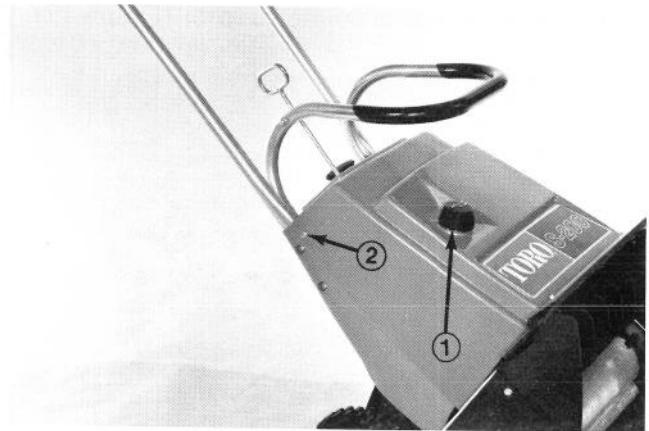

Figure 21
2. Enlevez le bouchon du réservoir de la déneigeuse (Figure 21).
3. Enlevez les deux vis auto-taraudeuses qui retiennent les côtés de la garde supérieure, puis enlevez celle-ci (Figure 21). Reposez ensuite le bouchon sur le réservoir à essence.
8. Enlevez le bouchon du réservoir à essence de la déneigeuse et remettez la garde en place (Figure 21). Reposez le bouchon.
10. Engagez le panneau avant dans les rainures de la garde supérieure. Fixez les côtés de la garde supérieure à l'aide de deux vis auto-taraudeuses de 1/2 pouce (12,7 mm) (Figure 21).